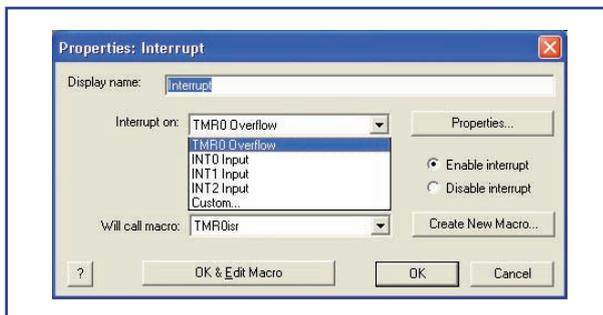

Figura 2. Propiedades del icono de la primera interrupción.
**El primer icono** configura la interrupción del temporizador. Al pulsar sobre dicho icono se nos abre la caja de diálogo que se muestra en la **Figura 2**.
En la casilla de selección 'Interrupt on' que se muestra en la **Figura 2** podemos ver que hay otras interrupciones disponibles, que son las siguientes:
**El segundo icono** del diagrama de flujo configura una segunda interrupción para el circuito integrado Atmega: la interrupción "Conversion Complete" ("Conversión Completa") del Conversor A/D. Una vez que tenemos dicha interrupción dentro de nuestro diagrama de flujo, si pulsamos sobre el icono correspondiente y seleccionamos la opción 'Custom...' ("Personalización...") de la **Figura 2**, llegaremos a una nueva ventana de diálogo como la que se muestra en la **Figura 4**. Aquí ya necesitamos introducir el código en lenguaje C adecuado, el cual nos va a permitir habilitar la interrupción seleccionando el estado del registro ADCSRA (ADC Control and Status Register A, es decir, Control ADC y Estado del Registro A). A continuación, algo de código C adicional nos asegurará que se hace la llamada a la "macro" Flowcode seleccionada. El uso de este tipo de interrupciones requiere de algunos conocimientos sobre el propio funcionamiento interno del microcontrolador en cuestión, así como un poco de uso del lenguaje C.